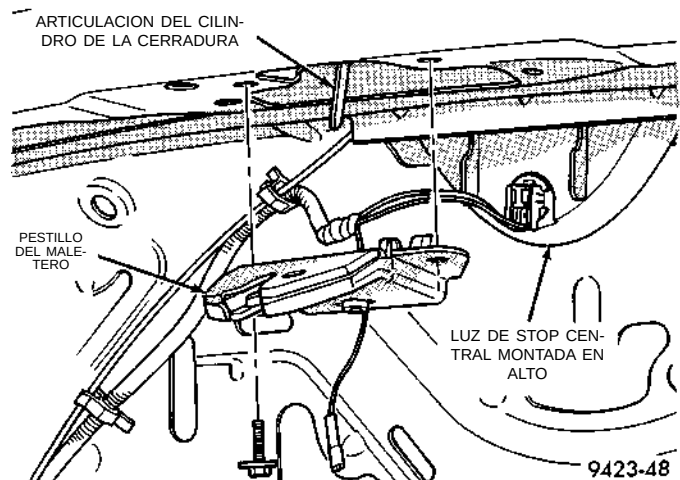

Fig. 76 Pestillo del maletero
- (1) Suelte el pestillo de la tapa del maletero y ábrala.
- (2) Retire los pernos que sujetan el pestillo a la tapa del maletero (Fig. 76).
- (3) Separe el pestillo de la tapa del maletero.
- (4) Desconecte el pestillo el cable de desenganche a distancia del pestillo del maletero.
- (5) Desacople del pestillo el conector del conmutador de puerta entreabierta del maletero.
- (6) Separe el pestillo del vehículo.